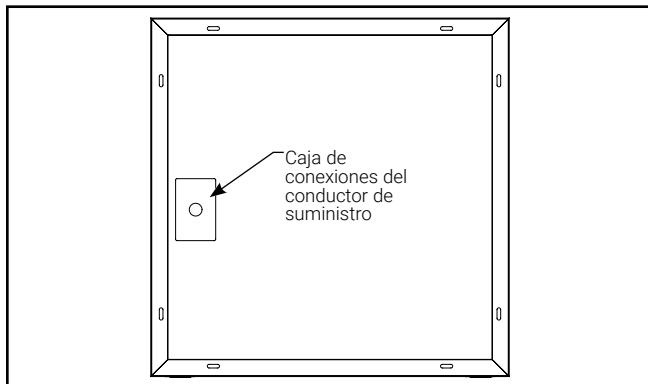

Figura 4.
**Nota:** Se recomienda montar la caja de modo que la caja de conexiones del conductor de suministro esté ubicada en un extremo de la caja. Esto asegurará que haya suficiente espacio libre dentro de la caja para un exceso de conducto de metal flexible. (Figura 4.)